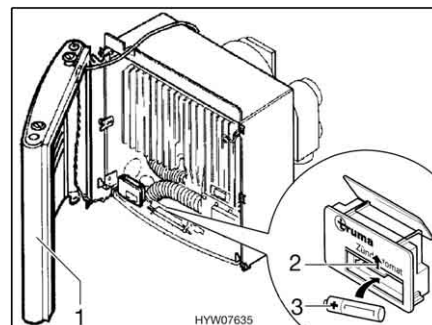

Fig. 86 Riscaldamento acceso
- Posare da un lato la copertura (Fig. 86,1) di modo da non dover estrarre il cavo di allacciamento per la ventola dell'aria calda e per la lampadina di controllo accensione.
- Spingere la copertura del vano batteria sul dispositivo di accensione (Fig. 86,2) verso l'alto.
- Inserire una nuova batteria (Fig. 86,3) dello stesso tipo nel vano batteria rispettando la polarità (+/-). Utilizzare soltanto batterie Mignon resistenti alle alte temperature (+70 °C) e sicure da perdite.